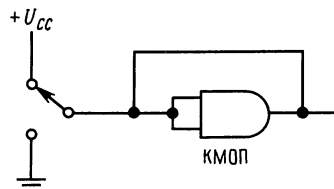

Рис. 9.10. Схема защиты от дребезга (неинвертирующий вентиль с обратной связью).
5. Примените схему, показанную на рис. 9.10, используя либо неинвертирующий вентиль, либо буфер. Логический выход всегда можно заблокировать, замыкая его на U_+ или землю, но при условии, что эта блокировка кратковременна. Приведенная схема удовлетворяет этому условию, поскольку принудительная установка действует только на ин-